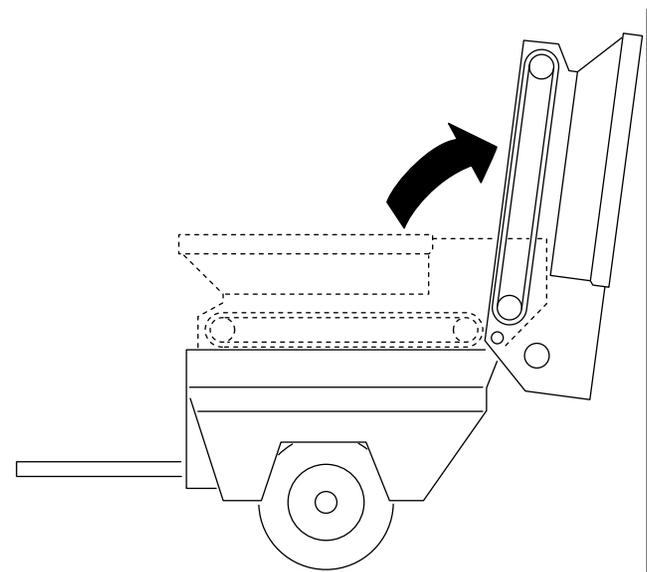

Figura 27
3. Incline a tremonha para trás e encoste-a contra uma parede, poste, escada, etc. (Figura 27)..
Certifique-se de que a tremonha é inclinada para além do centro e/ou fixada à parede ou poste para prevenir que caia acidentalmente na área de trabalho (Figura 27).
3. Cuidadosamente, rode a tremonha para baixo para as calhas da estrutura de deslizamento; consulte **Figura 27** da **Desmontar a plataforma lateral** (página 24).